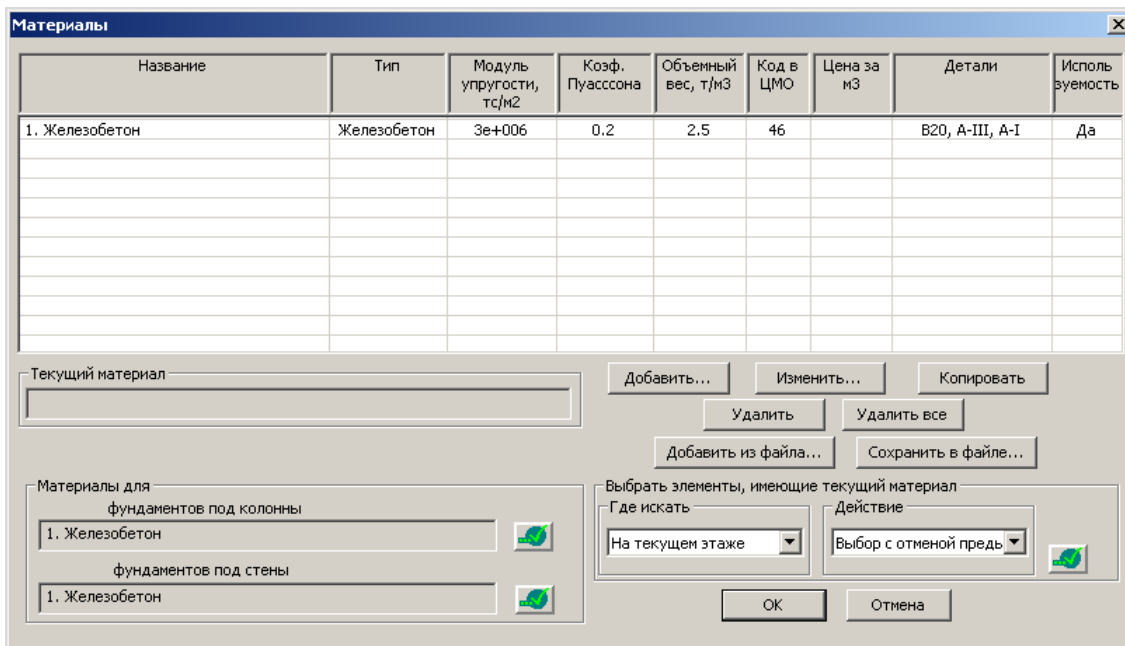

Рис.1.2.1. Окно диалога **Материалы**
- В окне диалога **Материалы** (рис.1.2.1) выберите материал **Железобетон**, созданный программой по умолчанию, нажмите кнопку **Изменить**.
➤ В окне диалога **Материалы** (рис.1.2.1), нажмите кнопку **Добавить**.
- В окне диалога **Материалы** (рис.1.2.1), нажмите кнопку **Добавить**.